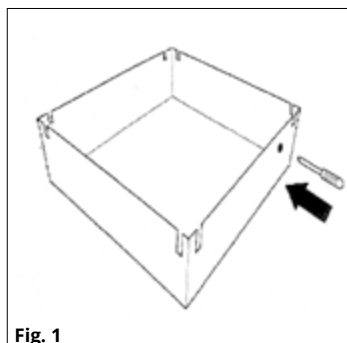

Fig. 1
- Praticare un foro nella copertura per permettere il passaggio del cavo elettrico (Fig. 1).